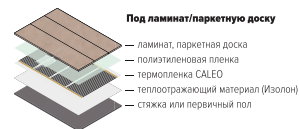

Рис. 28. Схема монтажа теплого пола CALEO под ламинат или паркетную доску
- 25. При монтаже строго придерживайтесь одной из приведенных схем монтажа (Рис. 28–29):